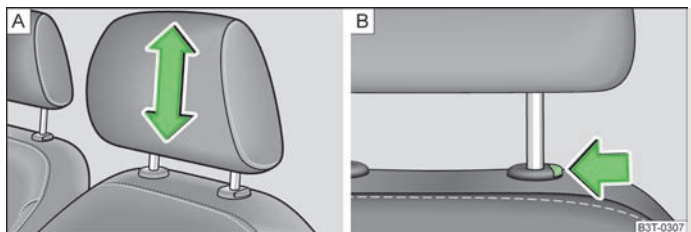

Fig. 46 Reposacabezas. Ajustar/desmontar
- Coger el reposacabezas por los lados con las dos manos y tirar a discreción de él hacia arriba » fig. 46 - **A**.
- Si se desea desplazar el reposacabezas hacia abajo, pulsar y mantener pulsada la tecla de seguro » fig. 46 - **B** con una mano, y con la otra mano el desplazar el reposacabezas hacia abajo.
- Pulsar la tecla del seguro en el sentido de la flecha » fig. 46 - **B** y extraer el reposacabezas.